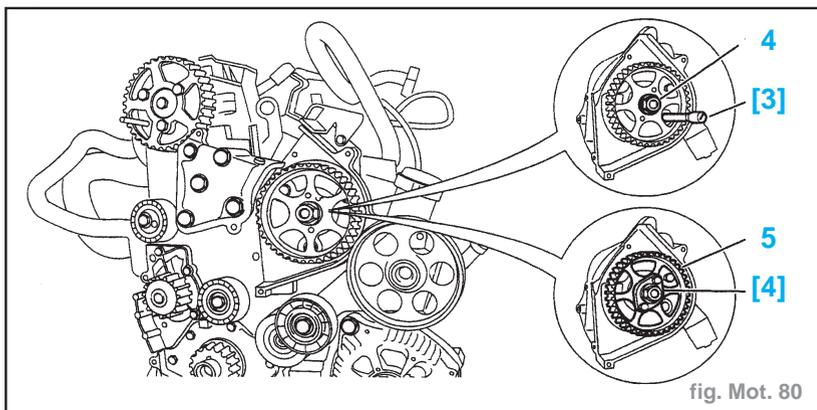

fig. Mot. 80
- Écarter le support faisceau (1).
- Vidanger et écarter le bocal (2) de l'élément filtrant.
- Déposer le support (3) du bocal de l'élément filtrant.
- Desserrer l'écrou (4) (à l'aide de l'outil [3] pige (-).0188-V) (fig. Mot. 80).
- Déposer la poulie d'entraînement pompe haute pression (5) (à l'aide de l'outil [4] (-).0188-R).